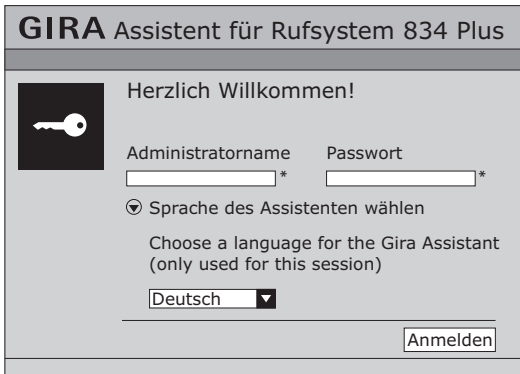

Figure 4.2: Ecran d'annonce de l'assistant de configuration Gira: introduction du nom de l'utilisateur et du mot de passe, sélection de la langue
L'écran de démarrage de l'assistant de configuration s'ouvre (voir figure 4.2).
- Après l'introduction du nom d'utilisateur et du mot de passe, ainsi qu'après la sélection de la langue (voir figure 4.2 et "Noms d'utilisateur et mots de passe" à la page 64), cliquer sur "Ouvrir session".